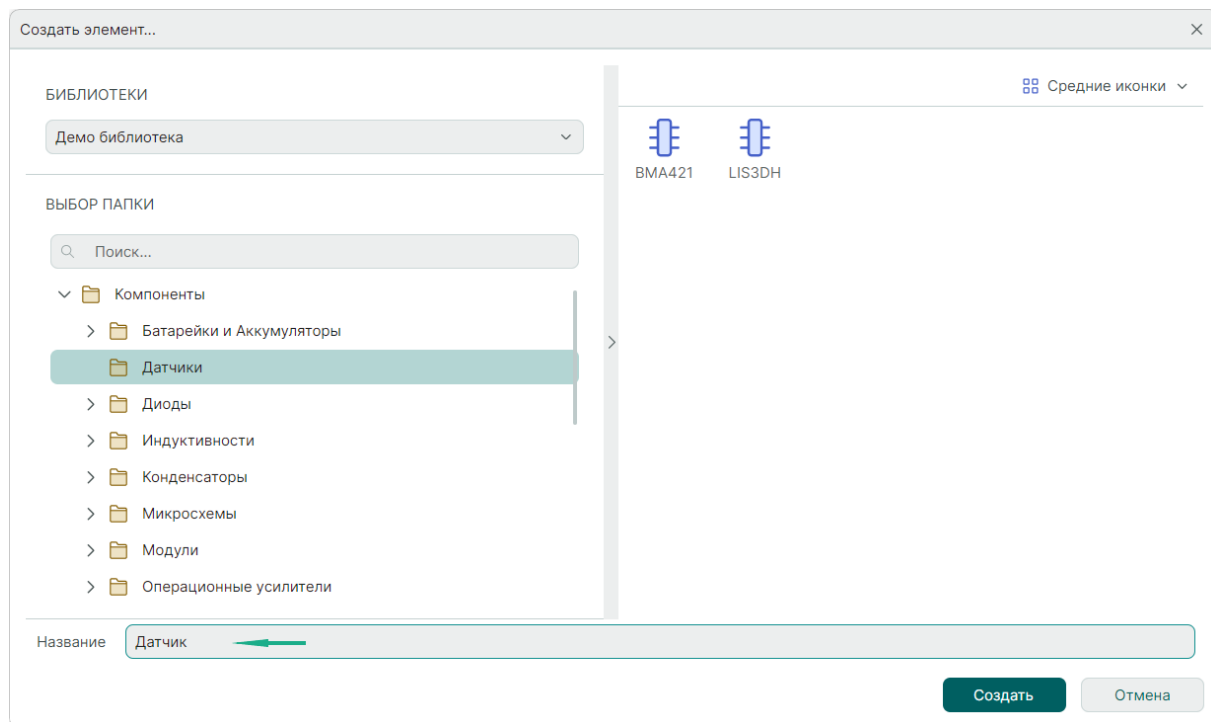

Рис. 198 Выбор папки и именование компонента
4. В поле «Создать элемент» → «Наименование элемента» введите имя нового компонента, см. Рис. 198.